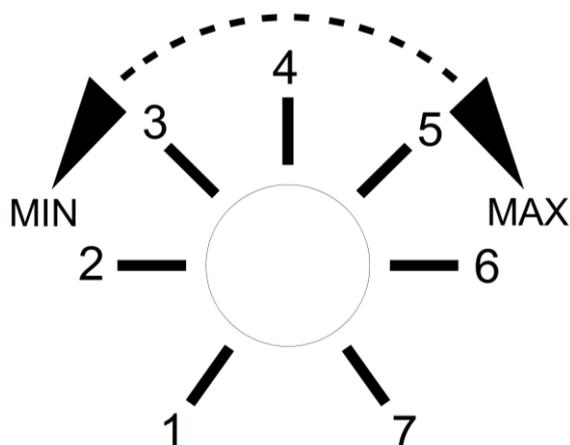

Рис. 6 Схема настройки термостата.
В случае переполнения бункера Б-300 или Б-400 или БН-2-100 льдом необходимо провести настройку термостата, находящегося в правом верхнем углу в задней части льдогенератора. Настройку производить путём поворота ручки термостата против часовой стрелки. (Рис. 6)
- снять фильтр ванны, открутив предварительно гайку корпуса фильтра (рис. 6);